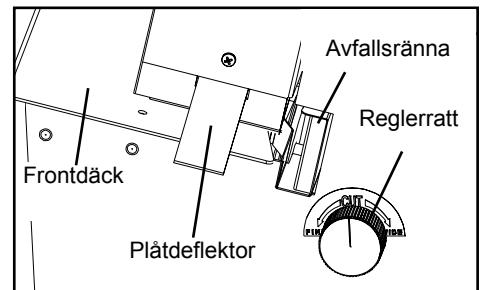

Bild 2
- * Transportörhjulet (syns inte), en annan funktion hos Modell 62002, fungerar som ännu en garanti för att kuvert i udda storlekar skickas inåt på frontdäcket (bild 2).
- * Återhållningshjulet (C) förhindrar matningsstopp vid slutet av iläggningen. Eftersom det är fjäderbelastat, ju mer skrymmande kuvertet är, desto större tryck utövas av återhållningshjulet. Detta förhindrar effektivt att fler än ett brev kommer in per gång.
Självvässande blad av precisionsstål (E) skär av en måttad remsa från varje kuvert, oavsett matat rättvänt eller uppochnert. Reglerratten till höger (se bild 2) ställer in bladet och ger operatören möjlighet att variera skärbredden från brett till smalt.
De flesta brevöppningsmaskiner går inte att komma åt invändigt utan att hela funktionsenheten tas bort. Modell 62002 har ett unikt delat däck som löser det problemet. Däcket är delat på längden i två halvor, fram (se bild 2) och bak. Den främre halvan kan tas bort, vilket gör rengöring, inspektion och reparation av brevöppnarens inre lättare.
Det är en engångsmontering. Leta efter plastpaketet inuti leveranskartongen. Den innehåller den nickelpläterade plåtdeflektorn och en skruv. Montera dit den utanpå vid angiven punkt (se bild 2).
Uppfångarbasen sitter rätt och slätt på falsarens utgångssida i en position för att fånga upp öppnade kuvert när de matas ut från maskinen (se bild 1 angående placering). Avfallslådan ligger i den smala fördjupningen i uppfångarbasen. Det kompletta montaget riktas sedan in så att den inre väggen hos avfallslådan ligger an mot framkanten på avfallsrännans utskjutande klack (se bild 2).
Läs på reglerratten (bild 2) av för önskad skärbredd, från bred till smal. Uppskärningen ska vara tillräckligt djupt för att öppna kuvert snyggt men inte så mycket att det finns risk för att bladet kommer i kontakt med innehåll som checkar och postanvisningar, etc., inte heller med mynt, häftklamrar och gem. Kontrollera att Modell 62002 är 'AV' vilket anges av 'O' på strömbrytaren. Anslut maskinen till ett lämpligt eluttag.